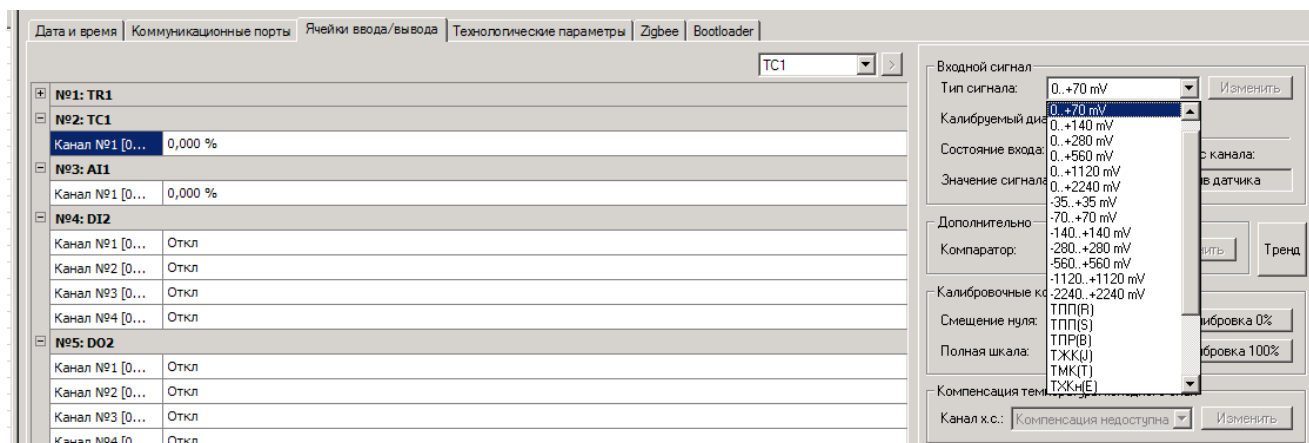

Рисунок 5.11
5.2.7.3 Ячейка ввода сигналов от термодпар ТС1 выполняет преобразование входного сигнала в цифровой код в одном из двух вариантов (рисунок 5.11):